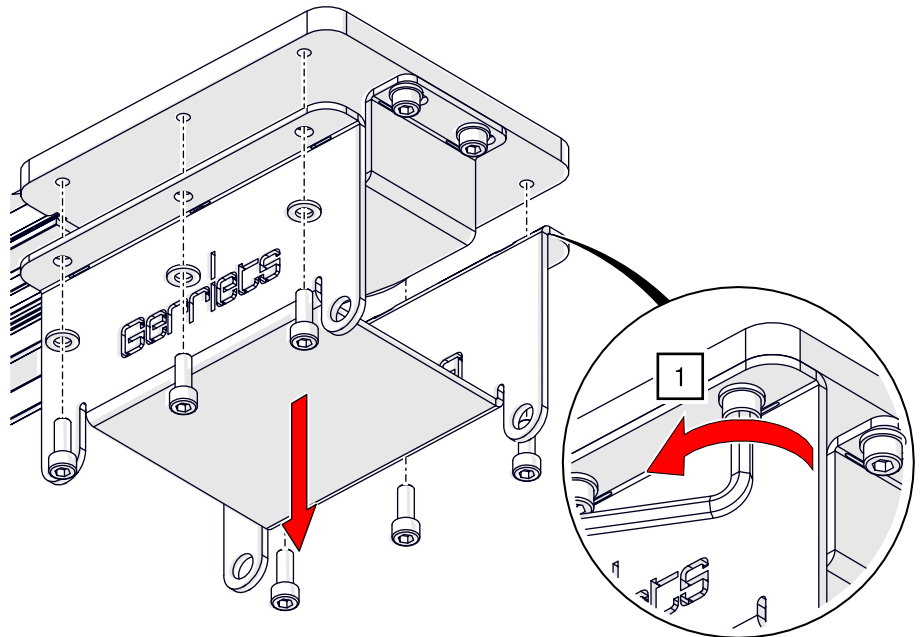

Abb. 77: Zahnriemenmontage – Gehäuse der Umlenkungen öffnen
- Öffnen Sie die Gehäuse aller Umlenkeinheiten, indem Sie die Zylinderkopfschrauben mit einem ISK SW 3 / 5 lösen und legen Sie die Bleche zur Seite (siehe Abb. 77).